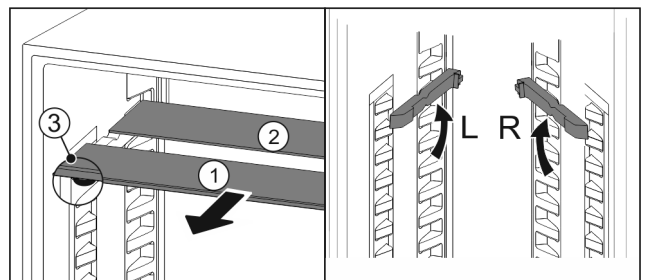

Fig. 44
- ▶ Træk glaspladerne ud enkeltvis fremad Fig. 44 (1).
- ▷ Glaspladen Fig. 44 (1) med pynteliste ligger foran.
- ▷ Stoppene Fig. 44 (3) peger nedad.